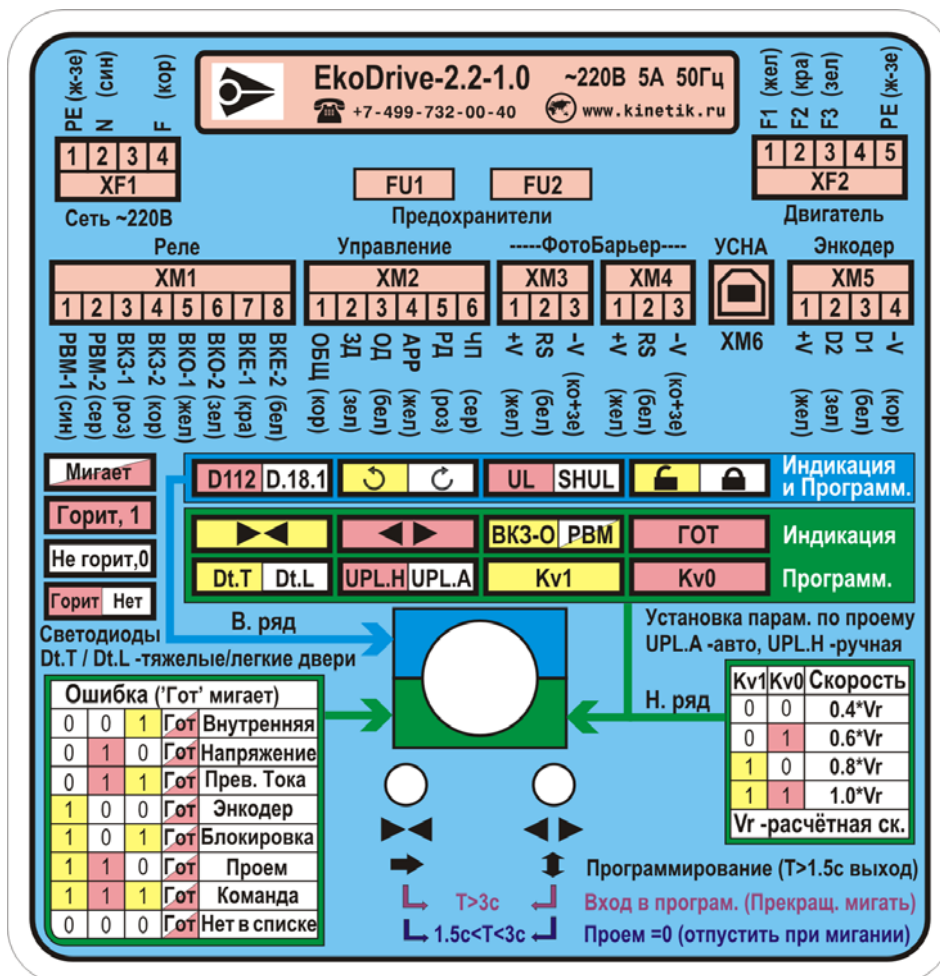

Рис. 1. Схема подключения внешних контактов Экодрайв-2.2, если провода от XM1 и XM2 выводятся отдельными кабелями по 8 и 6 проводов соответственно.
5.2. Подключите входы и выходы Экодрайв-2.2, в дальнейшем *Устройство*, к лифтовой станции по цветам согласно наклейке на лицевой панели *Устройства* (рис.1).
5.5. Проверьте свечение красного светодиода ‘ГОТ’ (готовность) (рис.1) в ‘Панели управления’ *Устройства*. При **отсутствии** ошибок светодиод ‘ГОТ’ светится ровно, при **наличии** ошибок – мигает с периодом 1сек. Если же *Устройство* находится в тестовом режиме, то светодиод ‘ГОТ’ мигает часто, с периодом 0.2 сек. Для перехода в рабочий режим нужно записать в TP.4A=0.
- **Коэффициент уменьшения скорости (Kv1, Kv0)**, установленной после измерения проема. Скорость по коэффициентам устанавливается согласно наклейке (**рис.1**). При изменении одного из коэффициентов проем автоматически обнуляется.
5.19. Программирование необходимых параметров с помощью ‘панели управления’ Устройства. Для этого нужно войти в режим ‘Программирование’: нажать на обе кнопки и дождаться прекращения мигания всех светодиодов, после этого должен прозвучать длинный звуковой сигнал, затем отпустить кнопки. Далее кнопкой \Rightarrow по часовой стрелке нужно переходить на очередной параметр (**рис.1**) и, в случае необходимости, изменять его кнопкой \Updownarrow . Чтобы выйти из режима ‘Программирование’ нужно нажать на любую кнопку или две и подождать >1.5сек, пока не погаснут все светодиоды (останется только небольшая подсветка) и не прозвучит длинный звуковой сигнал, тогда кнопки можно отпустить. Если не нажимать на кнопки, то выход из режима ‘программирование’ произойдет автоматически через 30сек.
5.21.1. Измерение дверного проема лифта с помощью ‘панели управления’. Необходимо сначала обнулить ранее записанный проем. Чтобы это сделать, нужно одновременно нажать **2 кнопки** в ‘панели управления’ *Устройства* (**рис.1**) и подождать в таком состоянии >1.5 сек, пока не начнут мигать все светодиоды. Если в этот момент отпустить кнопки, то прозвучит длинный звуковой сигнал, что означает, что процедура завершилась успешно. Далее можно перемерить проем заново, для этого, пользуясь кнопками $\triangleright \triangleleft$ (3Д) и $\triangleleft \triangleright$ (ОД), нужно
полностью открыть дверь, пока не загорится желтый светодиод 'ВКЗ-О/РВМ' (рис.1). Затем полностью закрыть дверь, пока не загорится желтый светодиод 'ВКЗ-О/РВМ' и еще раз, для коррекции проема, полностью открыть дверь, пока не загорится желтый светодиод 'ВКЗ-О/РВМ'. После завершения измерения проема прозвучит звуковой сигнал.
5.22. Непосредственно сразу после измерения проема автоматически установятся соответствующие ему силы и скорости. Если скорость показалась вам слишком большой, то ее можно уменьшить, используя коэффициенты уменьшения скорости **Kv1** и **Kv0** с помощью режима 'Программирование', согласно наклейке (рис.1), а также, если войти в параметры УСНА.